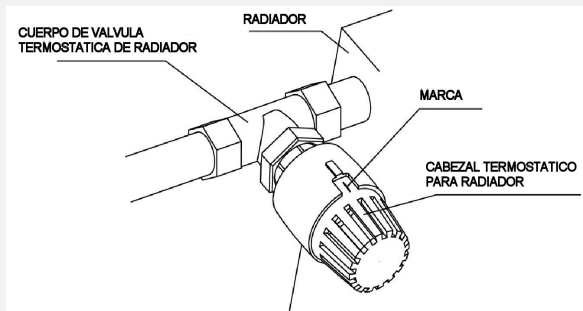

Fig. 1
2. El cabezal termostático debe ser montado horizontalmente (ver Fig. 1) y a 1 m de altura para que el aire pueda pasar libremente a través de sus ranuras y pueda controlar la temperatura ambiente con precisión.
3. Con el fin de instalar el cabezal termostático convenientemente, el cursor debe establecerse en la posición más alta "5". (Fig. 1).